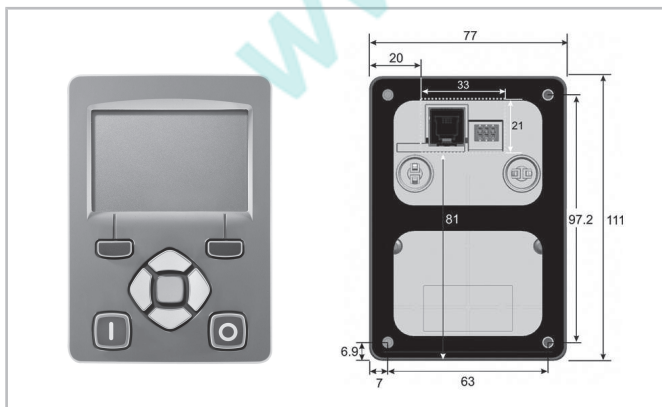

Abb. 20: Front- und Rückansicht des Bedienteils mit Befestigungslöchern und Aussparung auf der Rückseite (für externe Montage)
Montage (siehe Abbildung 20, Seite 32):
- Aussparung an der Schaltschranktür für die Anschlüsse auf der Rückseite des Bedienteils berücksichtigen (siehe Abbildung 20, Seite 32)!